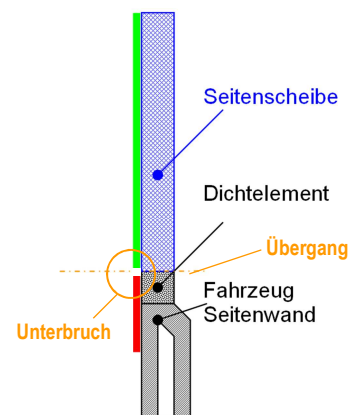

Abb. 9 : Querschnitt Folien Applikation
- Die Folien dürfen nur bis zum Scheibenrand aufgebracht werden (siehe **Abb. 9**) und müssen bei grösseren Flächen (über die Scheibe hinausreichend) im Übergang von der Scheibe zum Dichtelement unterbrochen sein.